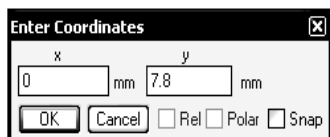

Рис. 5.9
3. Поместите курсор в окно электромагнитной структуры и нажмите клавишу **Tab** на клавиатуре. Откроется диалоговое окно **Enter Coordinates** (Ввод координат), показанное на рис. 5.9.